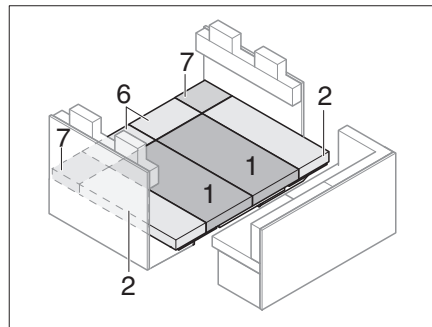

Fig. 195 Después de la transformación
- Colocar cojín del asiento, cojín del respaldo y cojín adicional como se muestra en Fig. 195.